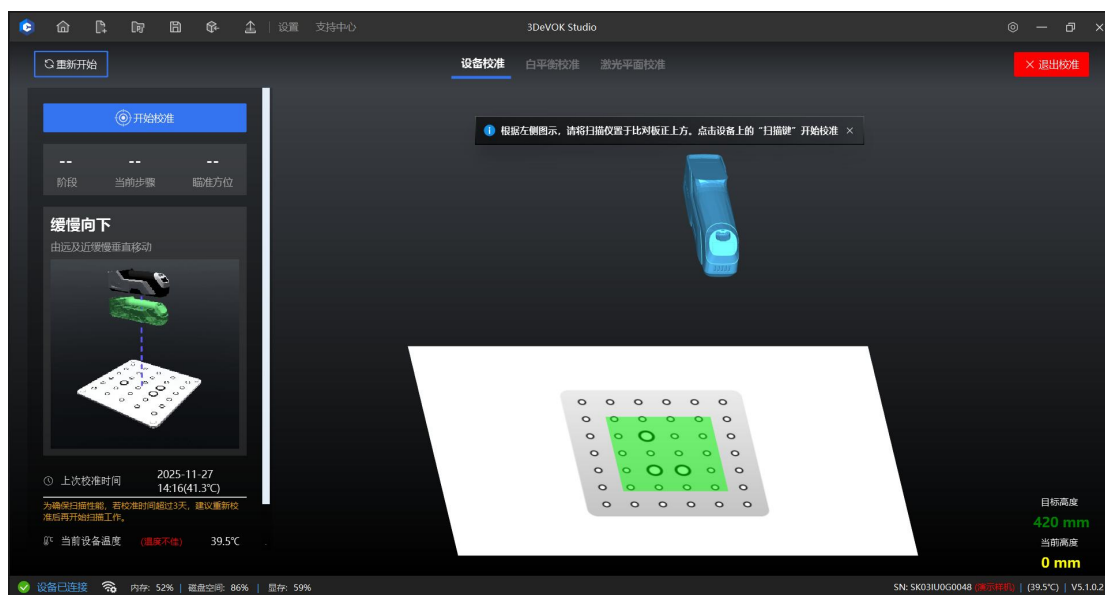

图 6-2 标准标定软件截图示意图
3、点击 **校准**，进行设备校准；点击左侧“开始校准”按钮或点击扫描仪触摸屏  按钮，按照指引步骤进行标定（如图 6-2 所示）。